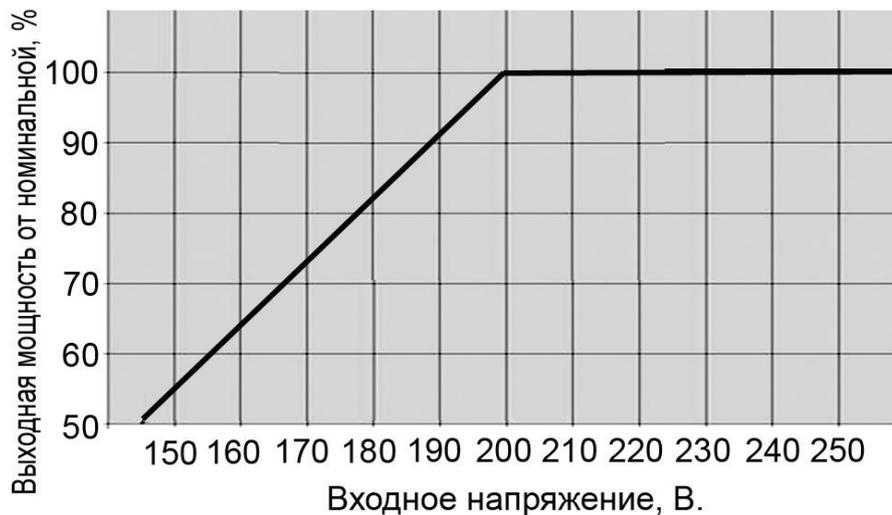

Рис. 5
- Как видно на графике ниже, при входном напряжении ниже 200В, выходная мощность стабилизатора уменьшается (См. Рис.5). Следовательно, для устойчивой работы стабилизатора, при низком входном напряжении рекомендуется понизить нагрузку на прибор.